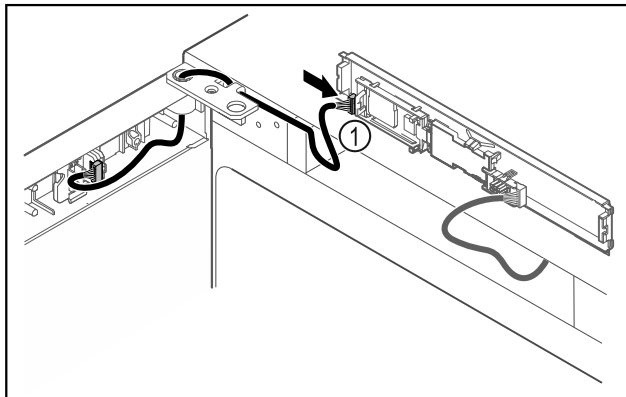

Fig. 49
- ▶ Brancher le connecteur Fig. 49 (1) sur la platine.